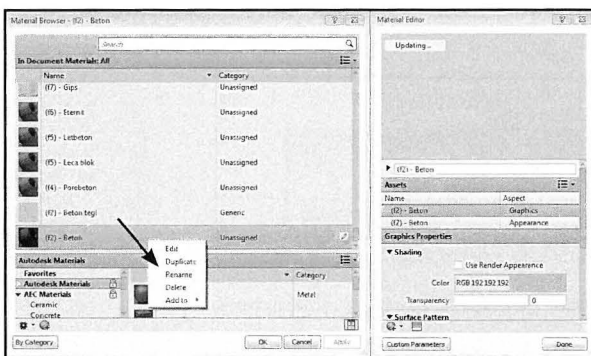

Fig. 05.23. Højreklik og vælg Duplicate for at oprette et nyt materiale.
Materials dialogboksen åbnes (Fig. 05.23). På listen findes en masse forskellige materialer, som kan anvendes, eller vi kan oprette nye, ved at lave en kopi af et materiale på listen. Opret et nyt materiale, der hedder Isolering.
- Højreklik på et eksisterende materiale og vælg Duplicate (Fig. 05.23).